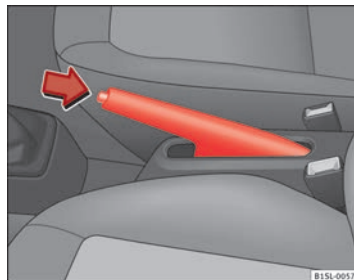

Fig. 86 Entre les sièges avant : Frein de stationnement.
- Tirez légèrement vers le haut le levier du frein à main et appuyez sur le bouton de verrouillage → fig. 86 (flèche).